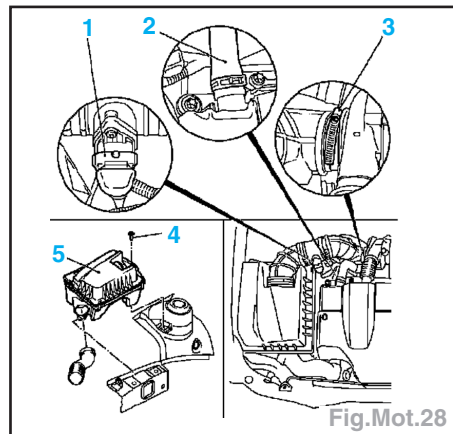

Fig.Mot.28
- Déposer le collier de serrage (1) du tube d'air de suralimentation.
- Enlever les deux vis de fixation (2) et déposer le tube d'air avec le flexible de suralimentation.
- Enlever les vis de fixation (1) du débitmètre massique d'air à film chaud (Fig.Mot.28).
- Déposer du couvre-culasse le flexible de ventilation du carter moteur (2).